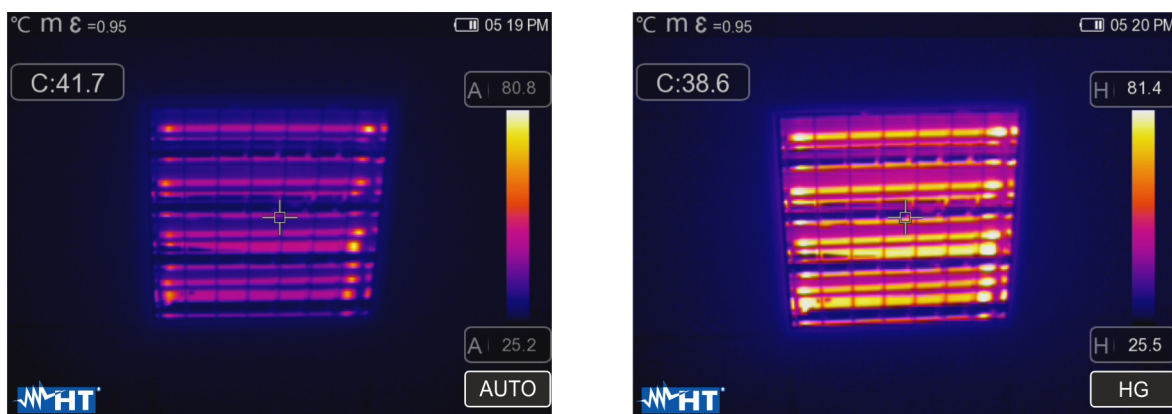

Fig. 46: Configuração do modo automático e histograma
3. Clique em  ou  para definir simultaneamente os valores de temperatura associados aos níveis alto e baixo em etapas de 0,1 ° C (ver Fig. 46 - lado esquerdo)
5. Clique em ▼ ou ▲ para definir o valor da temperatura associado ao nível alto em etapas de 0,1 ° C (ver Fig. 46 - parte central)
7. Clique em ▼ ou ▲ para definir o valor da temperatura associado ao nível baixo em etapas de 0,1 ° C (ver Fig. 46 - lado direito)